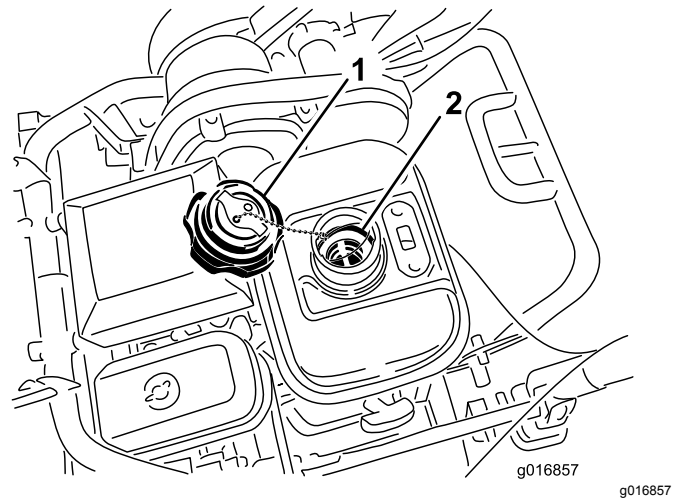

Figura 35
1. Desaperte e retire o recipiente do combustível do depósito do combustível (Figura 35).